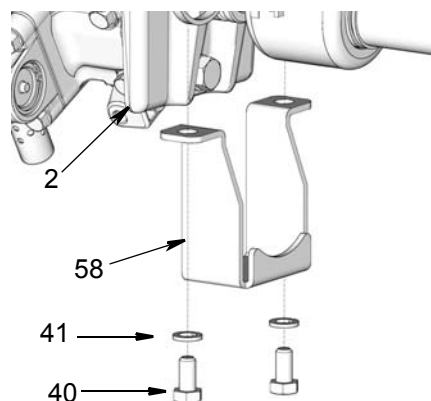

Рис. 34
4. Установите ограждение для защиты пальцев (58) на основание насоса (2). Установите шайбы (41) и винты (40). Надежно затяните (Рис. 34).